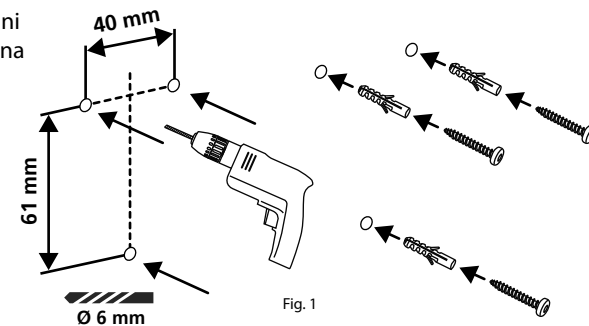

Fig. 2
- 2 Inserire i tasselli in dotazione nei fori e avvitare le viti in dotazione (Fig. 2).